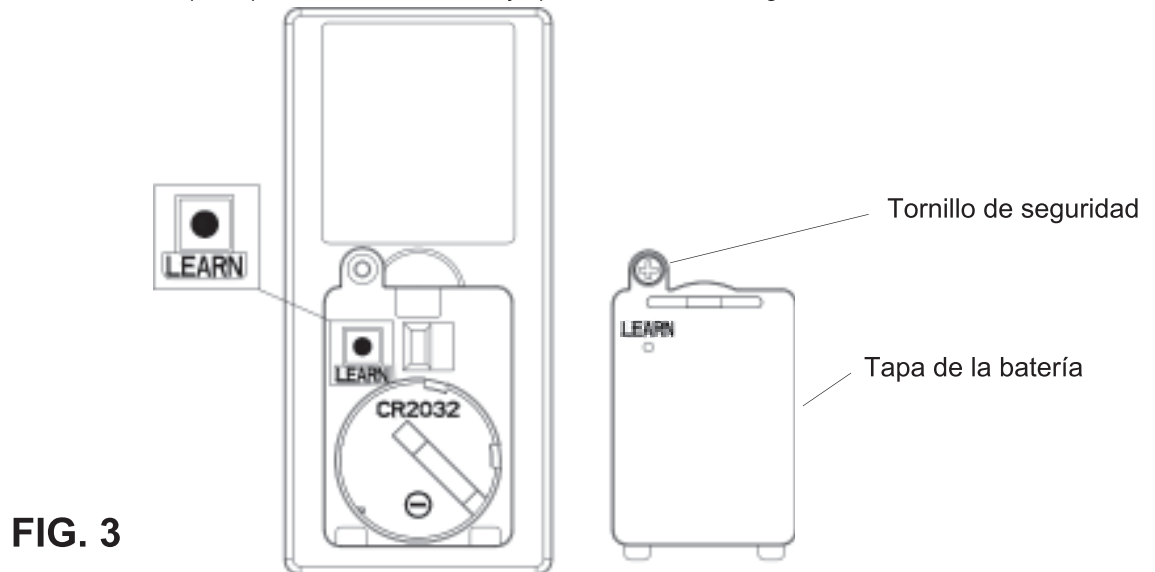

FIG. 3
Paso 1. Afloja el tornillo de seguridad y retira la cubierta de la batería de la parte posterior del transmisor. **(Fig. 3)**
Paso 3. Coloca el interruptor de pared de **ENCENDIDO/APAGADO** existente del ventilador en la posición **"ENCENDIDO"**, mantén presionado el botón de **LEARN** (situado en la parte posterior del transmisor) durante 3 segundos para acceder a la función de aprendizaje. Consulta la **(Fig. 3)** El ventilador se encenderá durante 10 segundos y luego se apagará, y la luz descendente (si está instalada) parpadeará tres veces. Esto confirma que la configuración de SMART SYNC está activa y funciona correctamente.
NOTA: Para acceder al botón **LEARN** situado en la parte posterior del transmisor, afloja el tornillo de seguridad y retira la cubierta de la batería de la parte posterior del transmisor. **(Fig. 3)** Una vez que la desprogramación se haya realizado correctamente, vuelve a colocar la cubierta de la batería en la parte posterior del transmisor y aprieta el tornillo de seguridad.